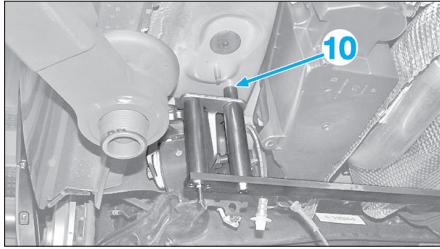

Fig. 62
- Maintenir l'outil [1] sur le train arrière (9).
- Ajuster le positionnement du train arrière par rapport aux trous de pigeage (10) (Fig.62).